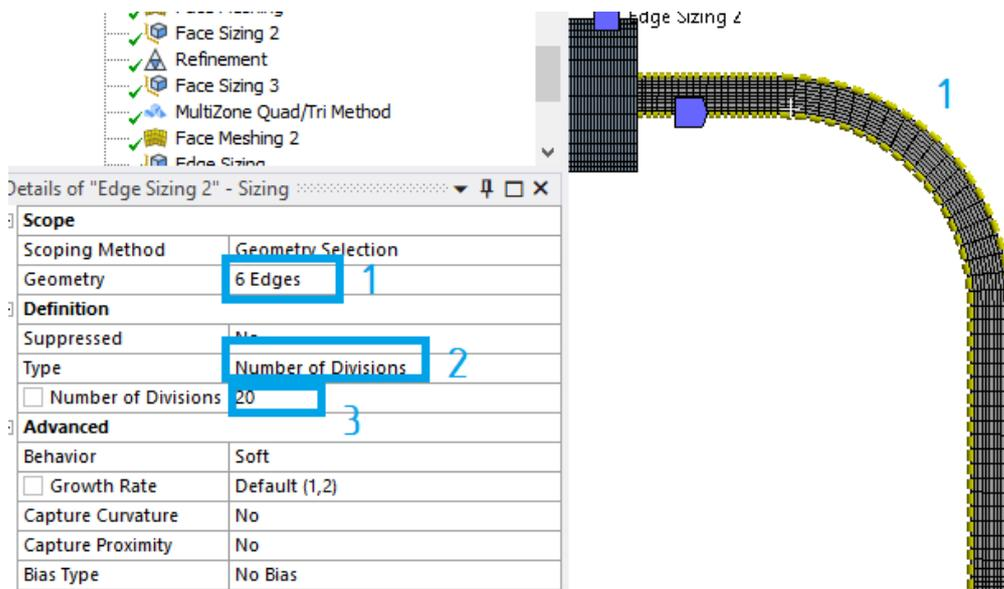

Рис. 15. Задание настроек сетки для участка № 5
- жмем ПКМ на **Mesh – Insert – Sizing**, выделяем длинные ребра участка № 5 (1), меняем тип на **Number of Divisions** (2) и задаем число делений (3) 20 (рис. 15);